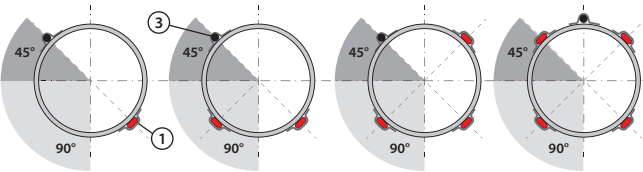

Рис. 2
5. Прямі лінії та датчик мають бути встановлені, як показано на рис.2. Скручені лінії прикріплені алюмінієвою стрічкою приблизно на кожний 1 м труби, як показано.